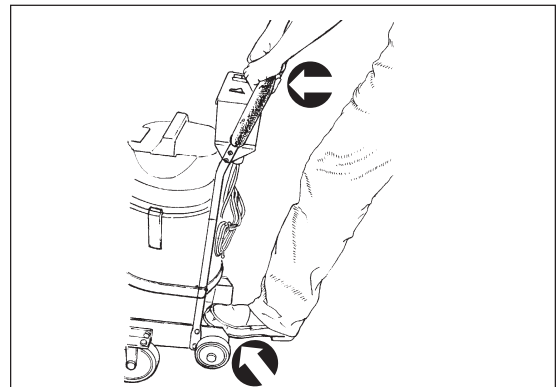

Abbildung 13
- b.) Kippen Sie die Maschine, indem Sie mit einem Fuß auf die Kippleiste und mit Ihren Händen auf dem Griff nach unten drücken (siehe Abbildung 13).